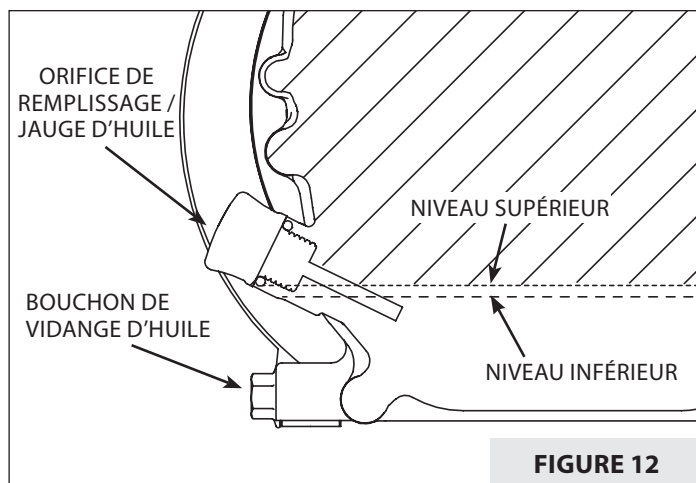

FIGURE 12
un récipient approprié. Éliminer l'huile comme il se doit. **VOIR FIGURE 12.**
3. Remonter le bouchon de vidange. Retirer la jauge d'huile (le cas échéant) ou le bouchon de remplissage d'huile. **VOIR FIGURE 12.**
4. Remplir avec une huile qui convient jusqu'au repère supérieur ou **FULL** (plein) de la jauge d'huile, sinon jusqu'en haut du filetage de l'orifice de remplissage d'huile. **VOIR FIGURE 12.** *REMARQUE : La capacité d'huile est de 0,6 litre (0,63 pte / 20,2 oz). Voir le type d'huile moteur correct ci-dessus, sous Lubrification.*